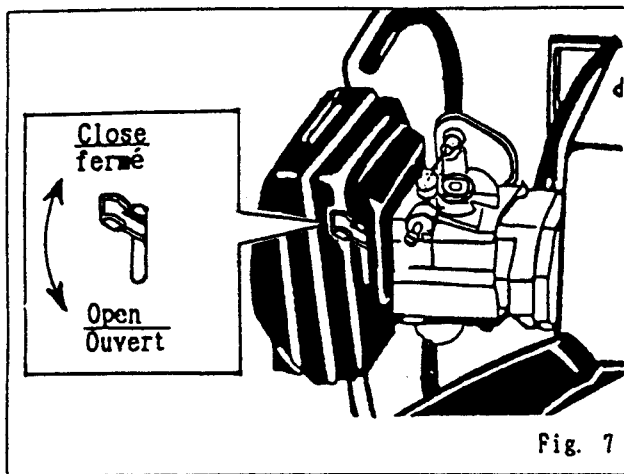

Fig. 7
3. Use the lever to fully close the choke. (Fig. 6) (Fig. 7)
3. Mettre le levier de diffuseur en pleine fermeture. (Fig. 6) (Fig. 7)